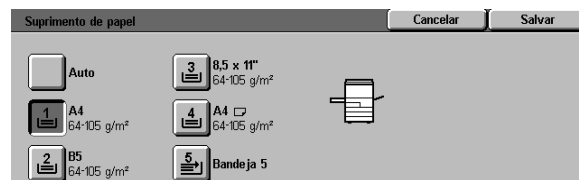

Figura 22: tela Abastecimento de papel
- Toque no botão **Mais...** para exibir a tela Abastecimento de papel, Figura 22, com as cinco opções de bandeja de papel.